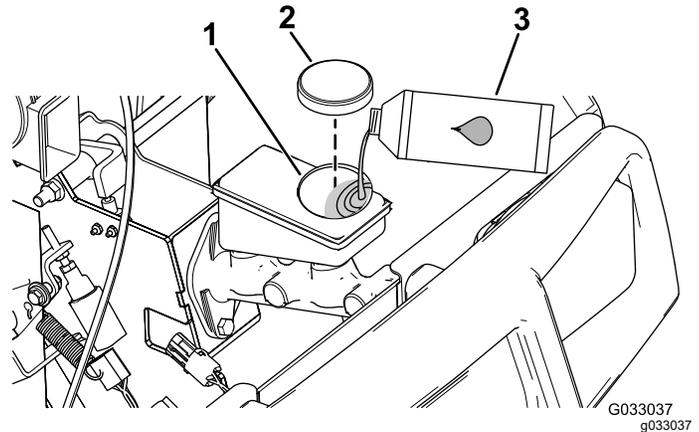

Figura 67
4. Eleve novamente o capot para aceder ao cilindro principal do travão e reservatório (Figura 67).
- A. Limpe a zona em redor da tampa do reservatório e retire-a (Figura 67).
- C. Coloque a tampa do reservatório (Figura 67).